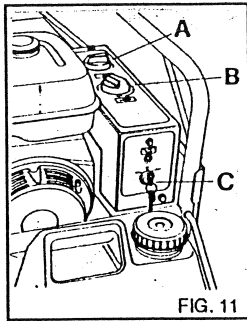

FIG. 11
SCHALTFELD (Abb. 11)
3) Den Benzinmotor anlassen (Fig. 11). Der Motor kann auch durch das selbstaufwickelnde Seil angelassen werden.
4) Für eine Reinigung mit Heißwasser den Temperaturregler auf den ausgewählten Wert drehen (Fig. 11).